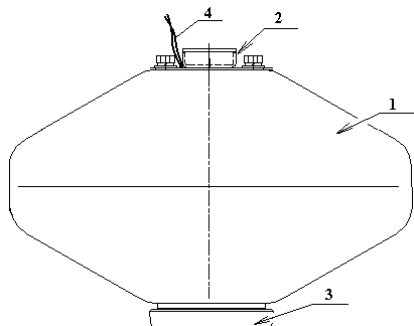
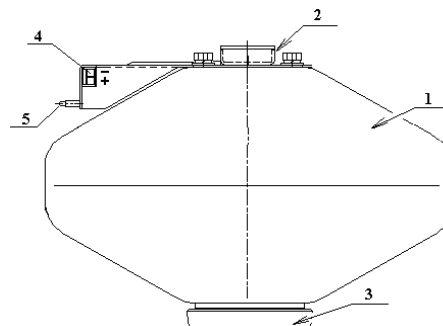

Рис. 1 – Конструкция МПП «Гарант-7» исп. 1
Рис. 2 – Конструкция МПП «Гарант-7» исп. 2
3.1 Модуль «Гарант-7» конструктивно исполняется в двух вариантах: исп. 1 и исп. 2 (см. рис. 1 и рис. 2, соответственно)2.
МПП «Гарант-7» исп. 2 предназначен для использования только с прибором приёмно-контрольным пожарным и управления (ППКПУ) серии «УУРС» версии ПО № 2. При этом обеспечивается автоматический контроль и индикация (поз. 5 рис. 2) исправности (отсутствие обрыва и короткого замыкания) цепи запуска данного МПП.
5.6 При использовании МПП «Гарант-7» исп. 2 совместно с ППКПУ серии «УУРС» вер. 2 расположить светодиод индикации исправности цепи запуска модуля (поз. 5 рис. 2) с учётом удобства обзора снизу.